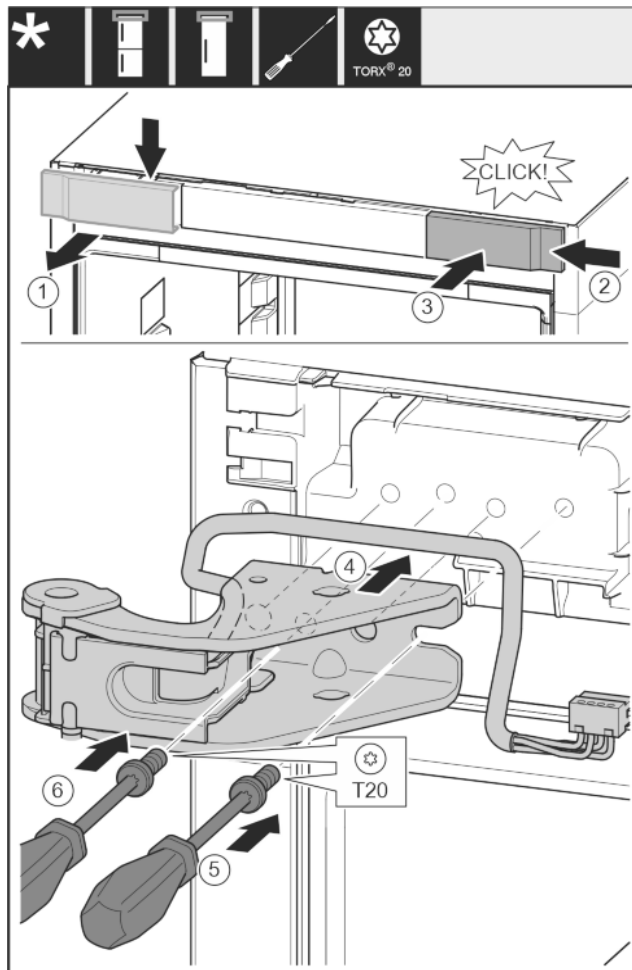

Fig. 25
- ▶ Skinite pokrov odozgo prema naprijed. Fig. 25 (1)
- ▶ Objesite pokrov okrenut za 180° na drugoj strani s desne strane. Fig. 25 (2)
- ▶ Pustite da pokrov uskoči. Fig. 25 (3)
- ▶ Postavite gornji podložak ležaja. Fig. 25 (4)
- ▶ Odvijačem T20 umetnite i pritegnite vijak. Fig. 25 (5)
- ▶ Odvijačem T20 umetnite i pritegnite vijak. Fig. 25 (6)